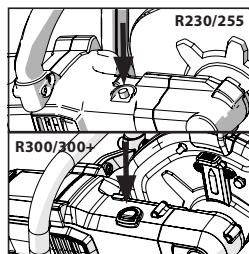

Abb. 2
- Drücken Sie auf die Dornverriegelung, um den Dorn der Maschine zu sperren. (Abb. 2)